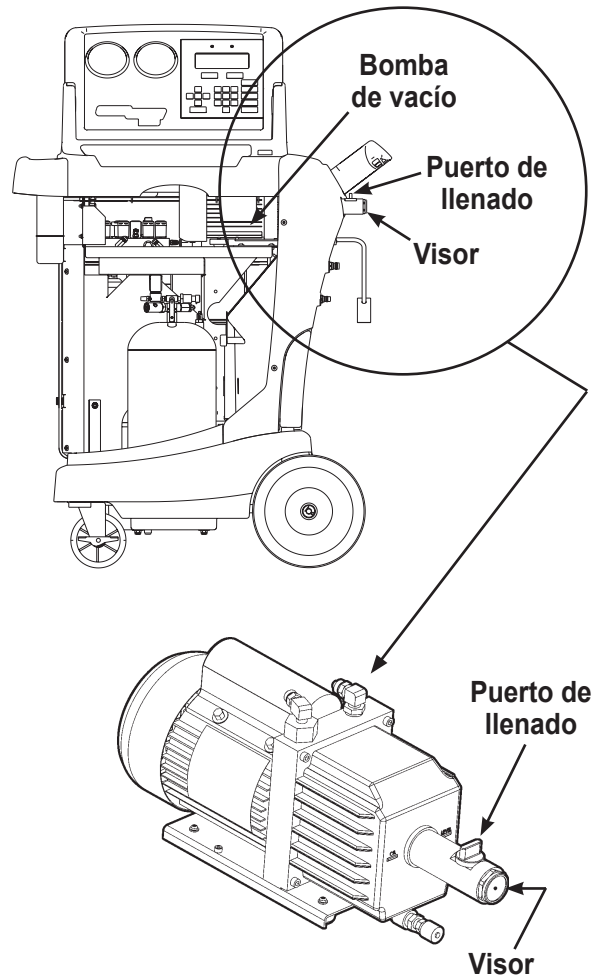

Figura 3
1. Retire el tapón de latón del puerto de llenado de aceite de la bomba de vacío. Consulte la Figura 3.
2. Conecte el tubo flexible/tapón a la botella de aceite y vierta **sólo** cinco (5) onzas de aceite para la bomba de vacío en el puerto de llenado. *Nota: Usted llenará hasta el tope con aceite en los próximos pasos cuando la bomba de vacío esté funcionando.*